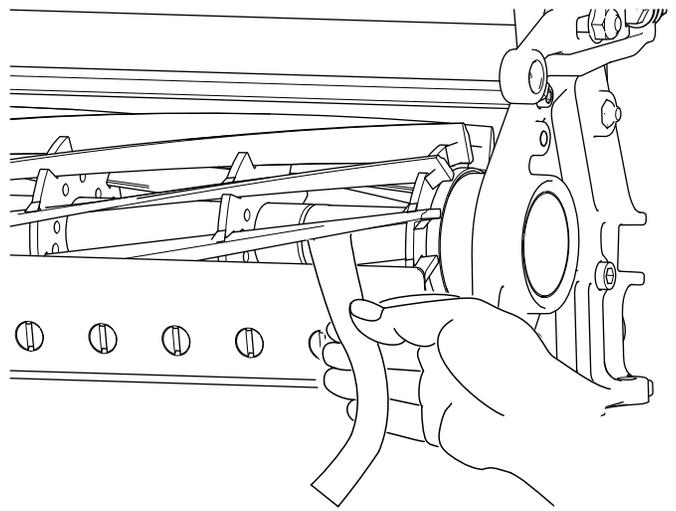

Bild 10
- B. Legen Sie einen langen Streifen des Schnittleistungspapiers (Toro-Bestellnummer 125-5610) senkrecht zur Spindel und dem Untermesser zwischen die Spindel und das Untermesser (Bild 10) und drehen die Spindel **langsam** nach vorn; dadurch sollte das Papier zerschnitten werden. Ist dies nicht der Fall, wiederholen Sie die Schritte A und B, bis es klappt.
11. Legen Sie einen langen Streifen des Schnittleistungspapiers (Toro-Bestellnummer 125-5610) senkrecht zur Spindel und dem Untermesser zwischen Spindel und Untermesser (Bild 10) und drehen die Spindel **langsam** nach vorn; dadurch sollte das Papier zerschnitten werden. Ist dies nicht der Fall, drehen Sie jede Untermesserträger-Stellschraube um einen Klick nach rechts und wiederholen diesen Schritt, bis das Papier zerschnitten wird.